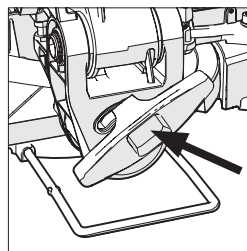

Abb. 20
- Lösen Sie die Verriegelungsschraube der Schräge (Abb. 20).